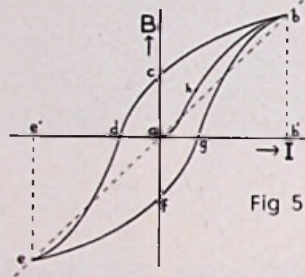
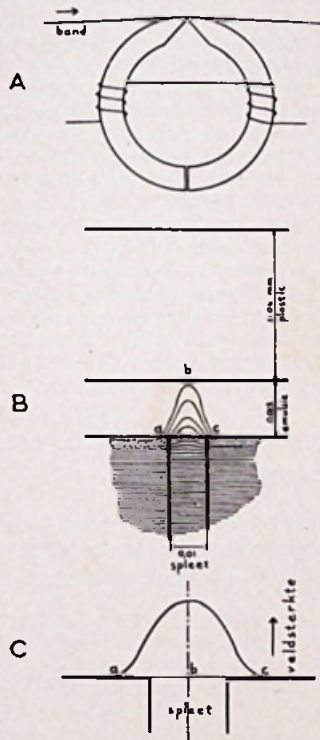
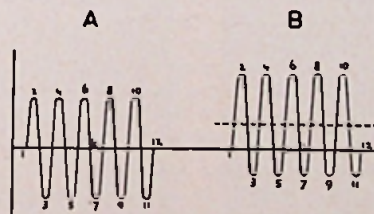
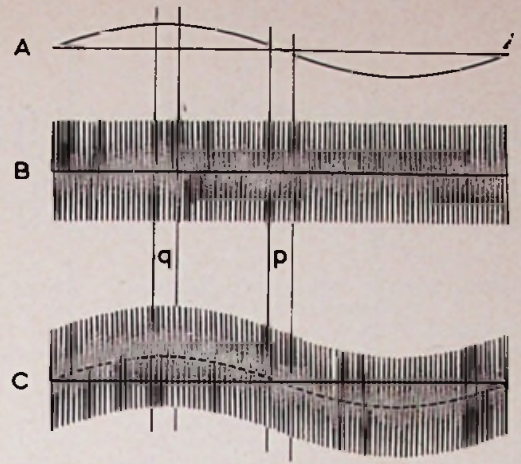

Fig 5
Fig. 7
Fig. 10
Fig. 9
tijd wordt bepaald door de duur van het oorspronkelijke veld; zodra dit verdwijnt, verdwijnt ook de magneet en vervallen de EM weer in hun wanordelijk bestaan. Maar neen, zó erg is het gelukkig niet; enkelen bieden weerstand aan deze verleiding en blijven volhardend op hun plaats, waardoor enig („remanent“) magnetisme overblijft en de staaf een min of meer zwakke permanente magneet is geworden. Pas wanneer een tegengesteld uitwendig veld wordt aangebracht, lukt het ook deze remanentie tot zwijgen te brengen en de staaf weer te neutraliseren. De magnetische kracht die hiervoor nodig is, heet coercitiefkracht (CK). De sterkte van een permanente magneet wordt bepaald door de remanentie van het materiaal, de weerstand tegen ontmagnetisering door de CK. Voor een volledig inzicht bekijken we nu de z.g. hysteresiskromme: een grafiek, die het verband aangeeft tussen het opwekkend veld H en het nieuwe veld B, dat de graad van magnetisatie (ordering der EM) aanduidt. Daar wij hier alleen het opwekkend veld van een spoel beschouwen, is in fig. 5 op de horizontale as i.p.v. H de waarde van de stroom I afgezet (H is evenredig met I). Voor een neutrale staaf is bij $I = 0$ uiteraard ook de magnetisatie $B = 0$; wij
Het stuk ab, de z.g. maagdelijke kromme, passeert men echter niet meer, tenzij de staaf eerst door ontmagnetisatie (met een wisselveld) weer in de neutrale toestand is gebracht. Bij een symmetrische wisselstroom met een topwaarde ab' doorloopt B dus gedurende elke periode de lus bcdefgb; maar daar is een energie voor nodig die bepaald wordt door het lusoppervlak en omgezet in warmte, des te groter naarmate de frequentie stijgt (hysteresisverliezen). Bij een grotere stroom wordt ook een grotere lus doorlopen, die ongeveer gelijkvormig is, maar niet helemaal (vandaar de niet-lineariteit bij opname zonder VM). Bij de verzadiging worden de lussen sterk vervormd en een verdere stijging van I geeft geen stijging meer van B. De permeabiliteit μ (bepaald door $B = \mu H$) is gelijk aan de hoek die een raaklijn aan de kromme in een zeker punt maakt met de horizontale as en daarom van punt tot punt verschillend. Zo is er mumetaal met een maximale permeabiliteit van 200.000. In de praktijk rekent men met een gemiddelde waarde, ongeveer aangegeven door de hoek van de rechte lijn eb met de horizontale as (denk om de schalen van B en H of I: fig. 5 is voor de duidelijkheid zo getekend, dat μ klein lijkt, maar in wer-
Wij gaan nu eens nauwkeurig na, wat er bij het passeren van de lichtspleet geschiedt. Daartoe beschouwen wij de veldverdeling uit fig. 7-B, die 'n sterke vergroting is van een onderdeel van 7-A. De afmetingen zijn hier in de juiste verhouding getekend. De diepte van de spleet is ongeveer derdertig maal de breedte, zodat maar uiterst weinig der beschikbare krachtlijnen (de dunne lijnen) door de band-emulsie lopen en daar hun werking kunnen doen. Dit geringe rendement is overigens geen bezwaar, want de band heeft maar heel weinig nodig. De lichtspleet vormt een grote weerstand voor de krachtlijnen; vandaar dat zij in de buurt van de emulsie de
omweg hierlangs prefereren. — Wij merken, dat het gebied waar de band magnetisatie ondervindt (ac), groter is dan de eigenlijke spleet. In dit gebied is de magnetisatie niet op alle plaatsen even groot. Wij nemen aan, dat een constante gelijkstroom door de kopspoel loopt. Bij a en c is de veldsterkte nul, naar het midden toe wordt deze groter en bij b (waar de krachtlijnen alle horizontaal lopen) maximaal: zie fig. 7-C. Een neutraal band-element dat van a naar c loopt, ondervindt nu een magnetisatie overeenkomstig fig. 5 van a (nul) naar b (max.) en van b terug naar c (remanent magnetisme ac). Bij een grotere stroom past een grotere topmagnetisatie (bij b) en ook een grotere remanentie (bij het verlaten van de kop
Het principe berust hierop, dat tegelijk met het gewenste audio-sigitaal 'n constante supersonische wisselstroom (30—100 kHz) aan de opnamekop toegevoerd wordt. Beide stromen worden gewoon bij elkaar gevoegd (gesuperponeerd) en moduleren elkaar dus niet: fig. 9 - A, B, C zijn respectievelijk het op te nemen audio-sigitaal (hier 500 Hz), de VM (50 kHz) en de gesuperponeerde stroom door de kop. Wij zullen nu trachten ons een voorstelling te vormen van het ingewikkelde proces dat zich in de emulsiedeeltjes afspeelt, wanneer de band met een snelheid van 19 cm/sec. de spleet passeert. De tijd gedurende welk elk deeltje onder invloed van het kopveld staat is die, welke het nodig heeft om van a naar c te komen (fig. 7-C), dat is ongeveer 0,0001 sec.
echter vijf volle perioden doorlopen: zie in fig. 9-A en B de begrensde gebieden p en q, elk van 0,0001 sec.
Wij bekijken nu, wat een emulsiedeeltje ondervindt, dat passeert tijdens de kopstroom p (fig. 9-C) en een ander deeltje, dat passeert tijdens q. In fig. 10 zijn deze stromen nogmaals getekend, nu vergroot (gemakshalve A echter zodanig, alsof het audio-sigitaal bij p geheel constant nul was). 10-A: de signaalstroom is nul, de VM schommelt symmetrisch vijf maal heen en weer om de waarde nul. 10-B: door het signaal is de VM-schommeling een stukje „opgehesen“, waardoor deze niet meer symmetrisch t.o.v. de nullijn ligt.
Aldus de stroom, maar niet aldus het magnetisch veld tijdens de spleetpassage, want daartoe moet nu ook nog rekening gehouden worden met de veldverdeling volgens fig. 7-C, door 10-A en B elk nog te vermenigvuldigen met de voor elke plaats geldende veldsterkte, wat de grillige figuren 11-A en B oplevert. Deze laten nu precies zien, wat een deeltje tijdens p en een ander deeltje tijdens q door te maken krijgen.